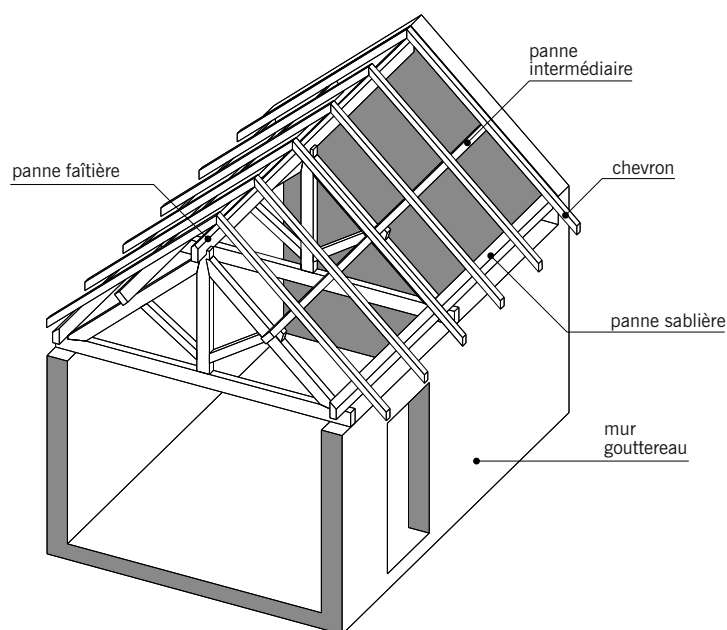

fig. 5.2
■ Le **chevron** (fig. 5.2) : pièce de bois reposant sur les pannes et placée suivant le sens de la pente du toit. Le chevron supporte les liteaux ou les voliges (voir chapitre n°-7). L'ensemble des chevrons d'une charpente constitue le **chevonnage**.